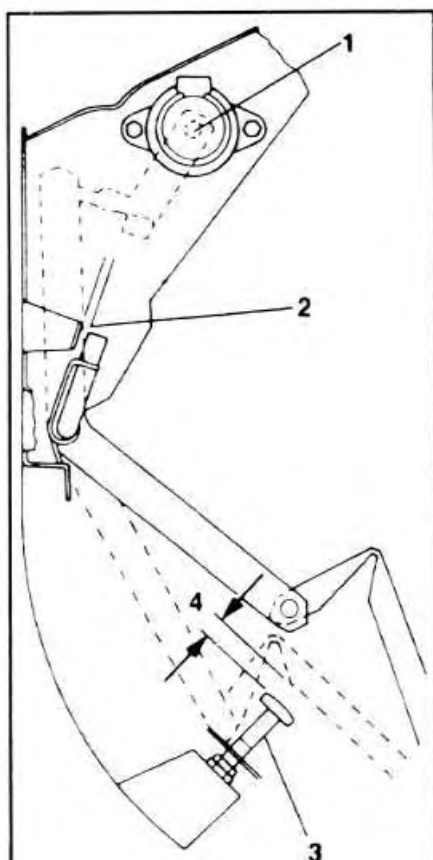

Рис. 3-20. Регулировка датчика положения педали управления подачей топлива:
- При несоответствии зазора указанной величине ослабить затяжку гайки 1 (рис. 3-20) и, придерживая педаль, сместить валик до получения зазора 3 мм.